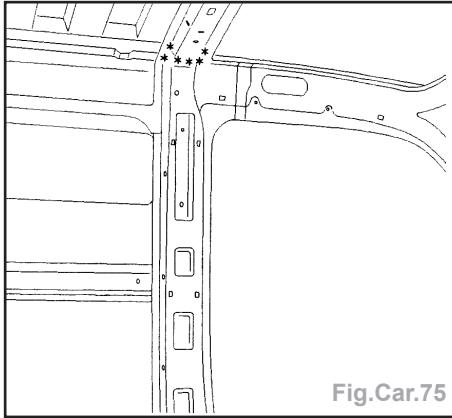

Fig.Car.75
- Dégrafer les points à l'aide d'une fraise de Ø 8 mm (Fig.Car.75).